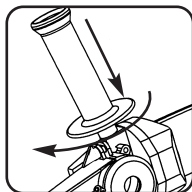

Fig.1
2.Entfernen Sie den Zusatzgriff aus dem Karton und befestigen Sie ihn am Werkzeug (wie in Abb. 1 gezeigt).